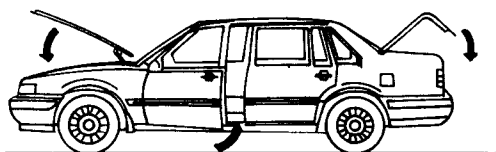

图 8-6 关闭车门、发动机盖及行李箱
(1) 关闭所有车门、发动机盖及行李箱盖，如图 8-6 所示。